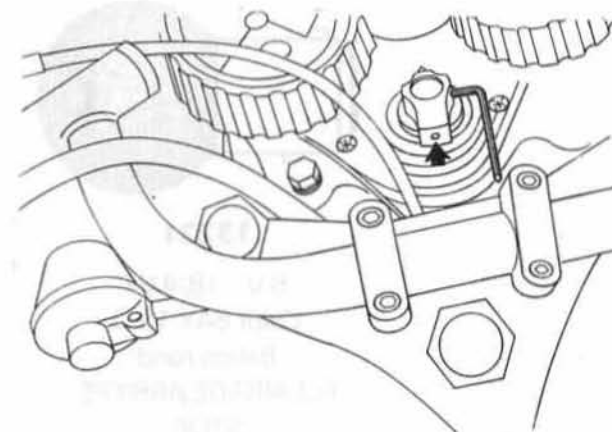

FIG. 2
- Dévisser les deux vis de maintien du bouton de commutateur (clé à six pans creux de 2 mm, fig. 2 et enlever celui-ci.